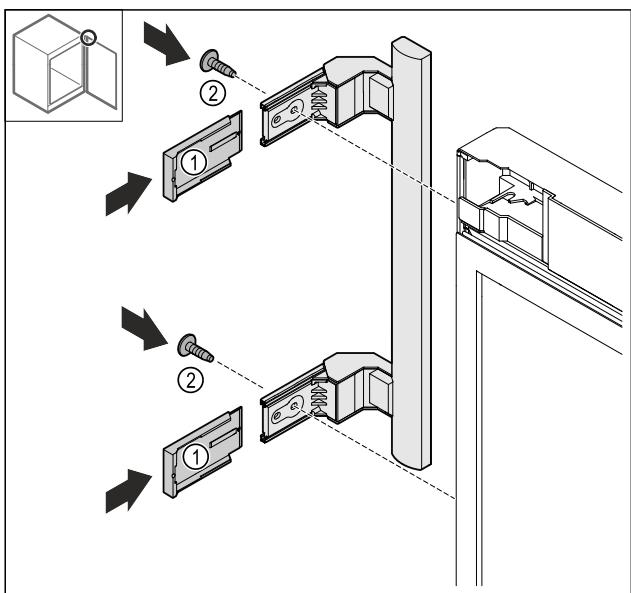

Fig. 26
- Насуньте накладки Fig. 26 (1).